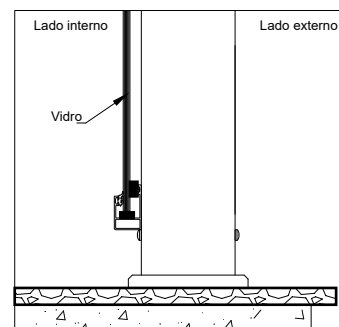

figura 5: Padrão de instalação do vidro para este guarda-corpo é pelo lado interno.
j) Os guarda-corpos Nóbili e Autoritá são instalados com vidro e grade pelo lado interno, conforme figura 5.